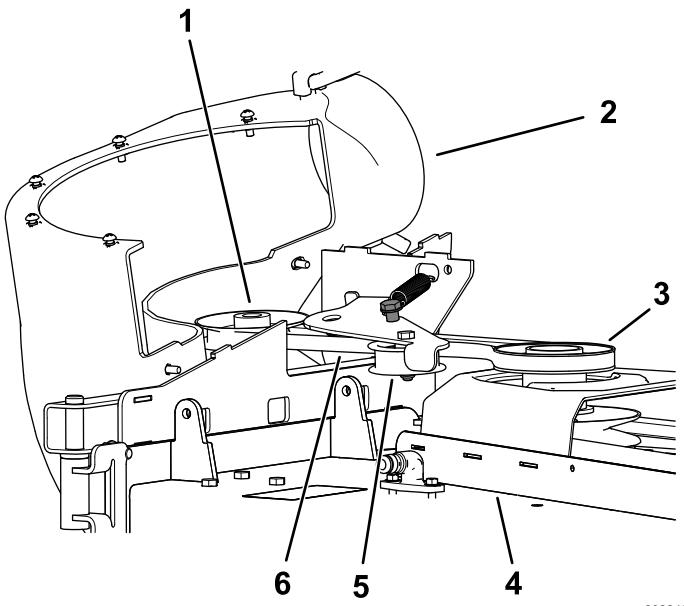

Figura 36
2. Tragei în spate fulia de ghidare cu arc pentru a detensiona cureaua (Figura 36).
6. Montai cureaua nouă în jurul fuliilor suflantei (Figura 36).
8. Montai noua curea în jurul fuliei punii mainii de tuns iarba (Figura 36).
9. Tragei în spate fulia de ghidare cu arc i montai cureaua pe aceasta (Figura 36).